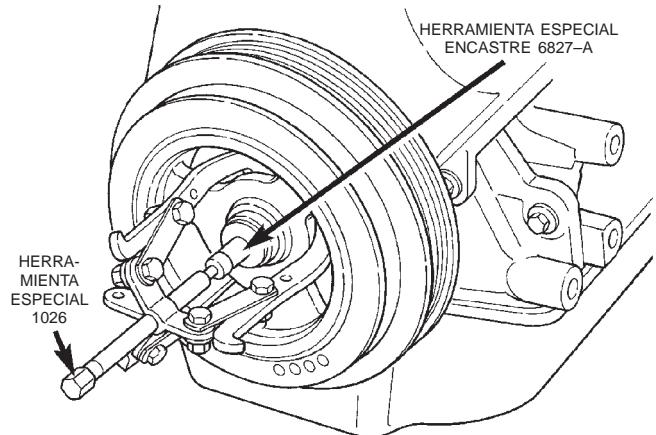

Fig. 65 Amortiguador del cigüeñal—Desmontaje
(1) Con la Herramienta especial 1026 y el encastre 6827-A, retire el amortiguador del cigüeñal (Fig. 65).
(2) Retire la tapa exterior de la correa de distribución y la correa. Consulte el procedimiento descrito en esta sección.